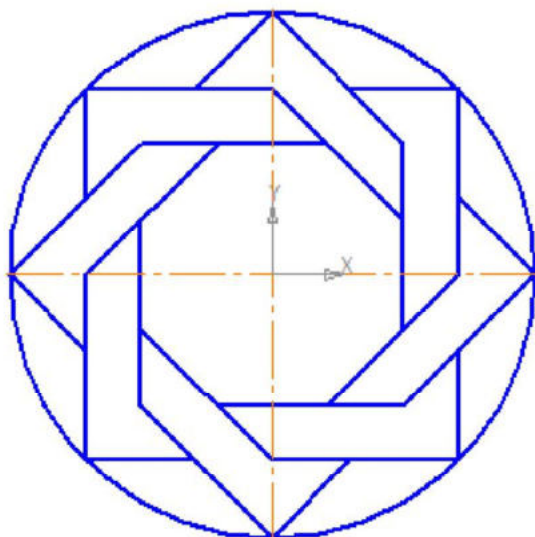

Рис. 11
- ☐ было рассмотрено в практической работе № 3 (при этом будут удалены вспомогательные кривые и точки деления окружности на равные части) – рис. 11.